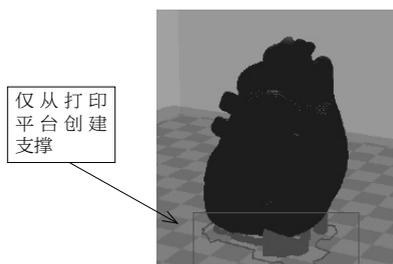

图 3-90 “触摸搭建平台”支撑方式
- 触摸搭建平台：仅会生成接触到打印平台的支撑结构，如图 3-90 所示。